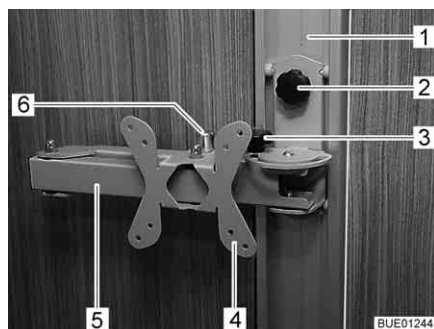

Bild 48 Fäste på skena
- Lossa vingskruven (Bild 48,2) och positionera fästet (Bild 48,4) i skenan (Bild 48,1) på önskad höjd.
- Lossa vingskruven (Bild 48,3).
- Dra i låsknappen (Bild 48,6). Den ledade armen (Bild 48,5) är upplåst.
- Drag åt vingskruven (Bild 48,3) igen.
- Vrid tillbaka den platta bildskärmen till utgångsläget, tills den ledade armen (Bild 48,5) hakar fast i låset (det hörs att den hakar fast).
- Lossa vingskruven (Bild 48,2), positionera fästet (Bild 48,4) i önskad höjd och dra fast vingskruven igen.